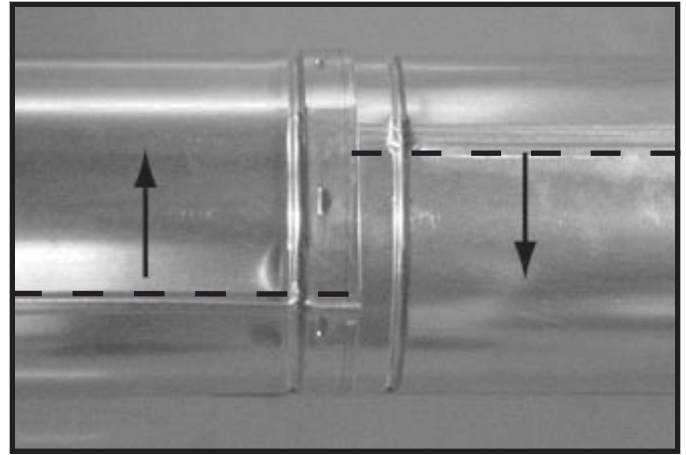
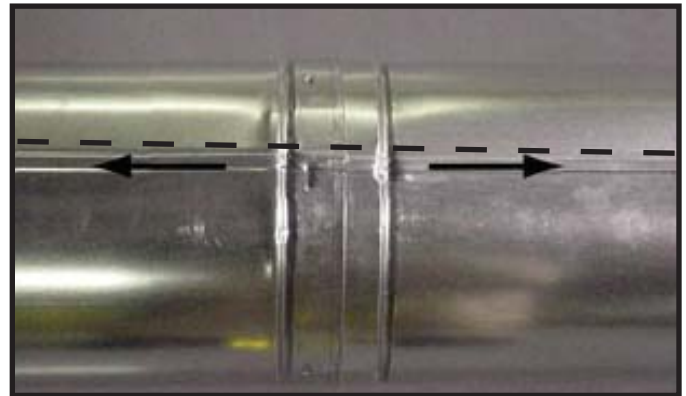

Figura 10.10 Gire las juntas para separar el conducto de humos
Figura 10.11 Alinee y separe las secciones del conducto de humos
- Gire cualquiera de las secciones (consulte la Figura 10.10) para que las juntas de ambas secciones estén alineadas (consulte la Figura 10.11).